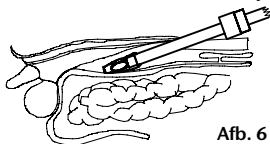

Afb. 5
5. Wanneer de extraperitoneale ruimte voldoende gedilateerd is, laat u de lucht uit de (bilaterale) uitzettingsballon ontsnappen door na het losmaken van de balpomp de endoscoop te verwijderen en de insufflatiekraan te openen. Indien nodig kunt u voor het evacueren ook de zwarte zuigaansluiting van de balpomp gebruiken. Haal dan voorzichtig het (bilateraal) PAJUNK® uitzettend ballonsysteem eruit, voer het naar behoren af en vervang het door een PAJUNK® trocarsysteem, een PAJUNK® structuur- of ringankerballonsysteem of een ander geschikt instrument. (Afb. 5)